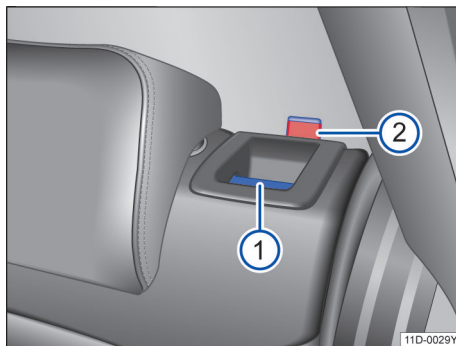

图 64 后排座椅靠背：分离按钮 ①；红色标记 ②
- 向前拉分离按钮→图 64 ①，同时前折靠背。
- 松开后排座椅靠背后应能看见按钮上的红色标记 ②。